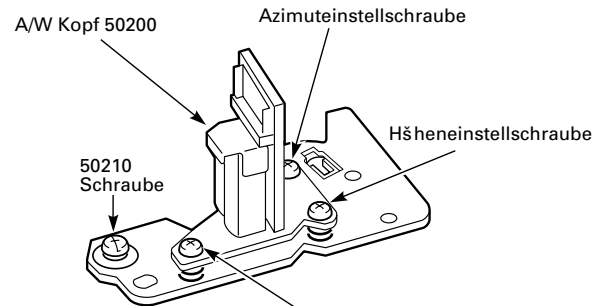

Fig. 9.5
**9.4 Einstellung des Kombikopfes (Fig. 9.5)**